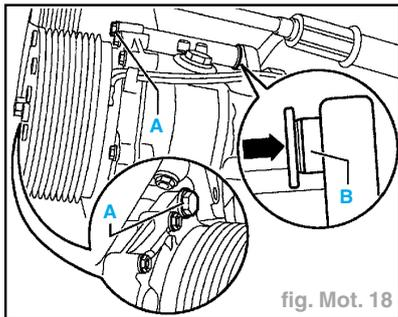

fig. Mot. 18
- Pour pouvoir plus facilement positionner le compresseur du climatiseur, légèrement repousser dans le sens de la flèche les douilles filetées (B) des vis de maintien (A) (fig. Mot. 18).